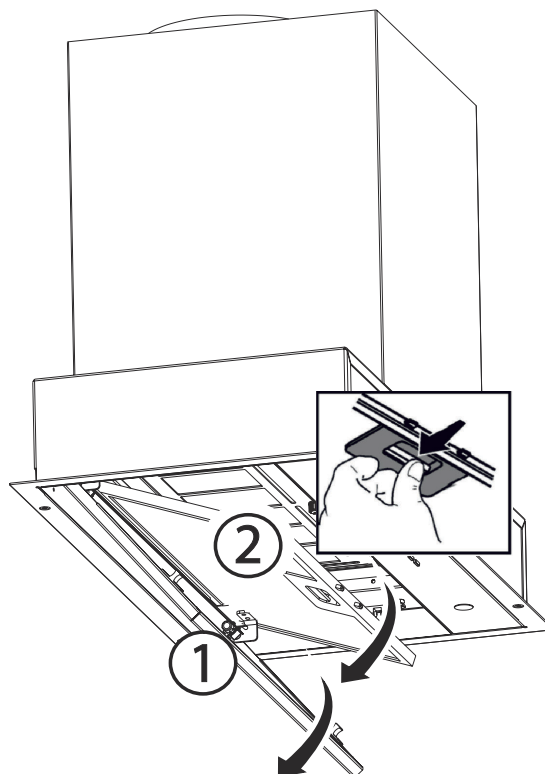

Fig. 20
1. ➤ Kantsugpladen skal vippes ned (Fig. 20/1).
2. ➤ Fjern nu fedtfilteret ved at tage fat i håndtaget og trykke på det.(Fig. 20/2)Brug evt begge hænder for ikke at tabe fedtfilteret.